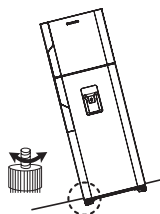

Fig.2
• Gire las patas ajustables delanteras (izquierda y derecha) para nivelar el refrigerador. Ver Fig. 2